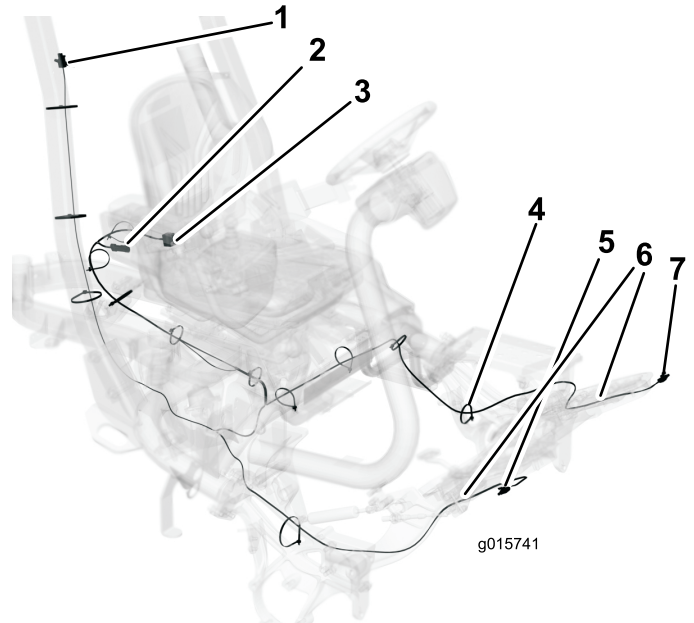

Bild 3
4. Verlegen Sie den Kabelbaum entlang des Überrollschutzes zur Hecklampe und befestigen ihn mit den Kabelbinden (Bild 3).
5. Verlegen Sie den Kabelbaum vom Armaturenbrett nach unten zum Sitzrahmen und befestigen ihn mit den Kabelbinden, wie in Bild 3 dargestellt.
9. Drücken Sie den Kabelbaum in die Gehäuselöcher an der linken und rechten Seite (Bild 3).